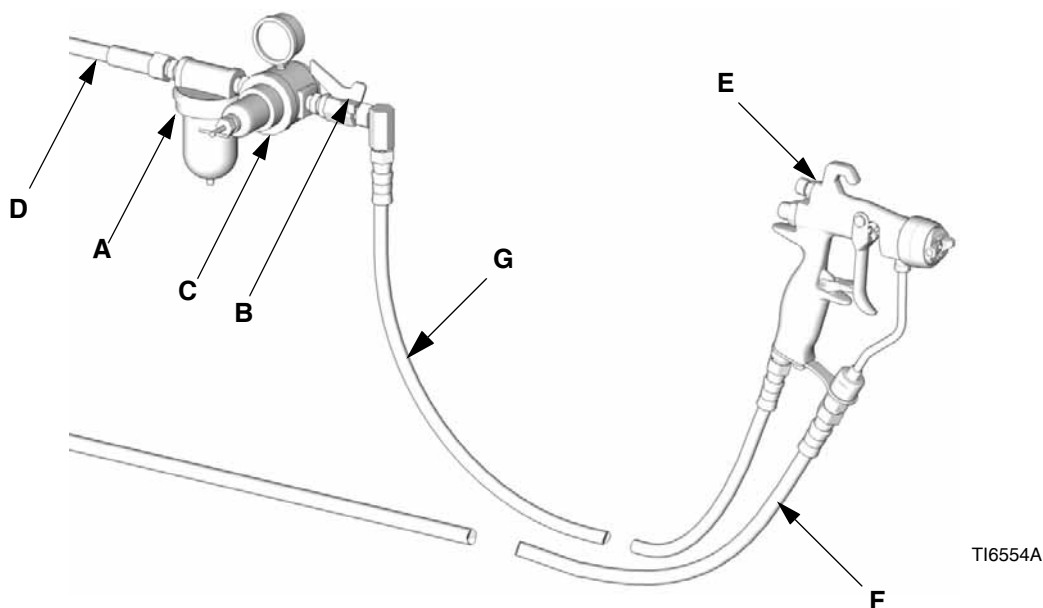

Рис. 1: Типовая установка (представлена модель G15)
**ПРИМЕЧАНИЕ:** Типовая установка, показанная на Рис. 1, носит рекомендательный характер при выборе и установке пневмораспылительных систем. Свяжитесь с дистрибьютором Graco для получения содействия при разработке системы, отвечающей вашим нуждам.
1. Установите воздушный фильтр (А) в воздухопровод пистолета, чтобы обеспечить подачу сухого чистого воздуха. Грязь и влага могут оказать негативное воздействие на внешний вид обрабатываемой поверхности. См. Рис. 1.